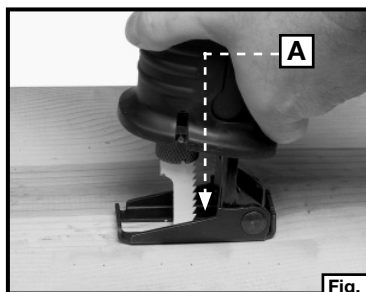
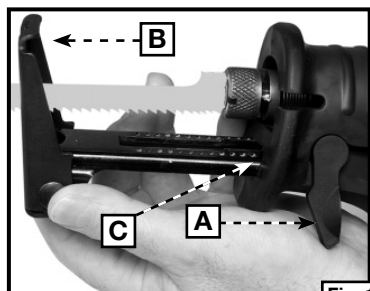

Fig. 11
Fig. 12
La **Modelo 750** son suministrados con un cambio sin llaves de Quick-Change™ girando zapato de guía. La zapata (A) Fig. 11 sirve de apoyo durante los cortes. Su movimiento giratorio permite la inclinación gradual de la sierra hasta llegar a la posición perpendicular mientras se mueve hacia el operario.
Para ajustar, girar (A) Fig. 12 de palanca liberar el girando zapato (B) de guía. Ajuste a la posición deseada y cierre palanca (A) Fig. 12. El Cambio sin llaves de Quick-Change™ girando zapato de guía se diseña con un labio (C) Fig. 11 levantado en el fin que previene el zapato de la guía de cerrar en la posición si se extiende fuera también lejos. Después que ajustar, se cerciora la palanca que cierra es encerrada completamente el (A) Fig. 12 cerrado de la posición.